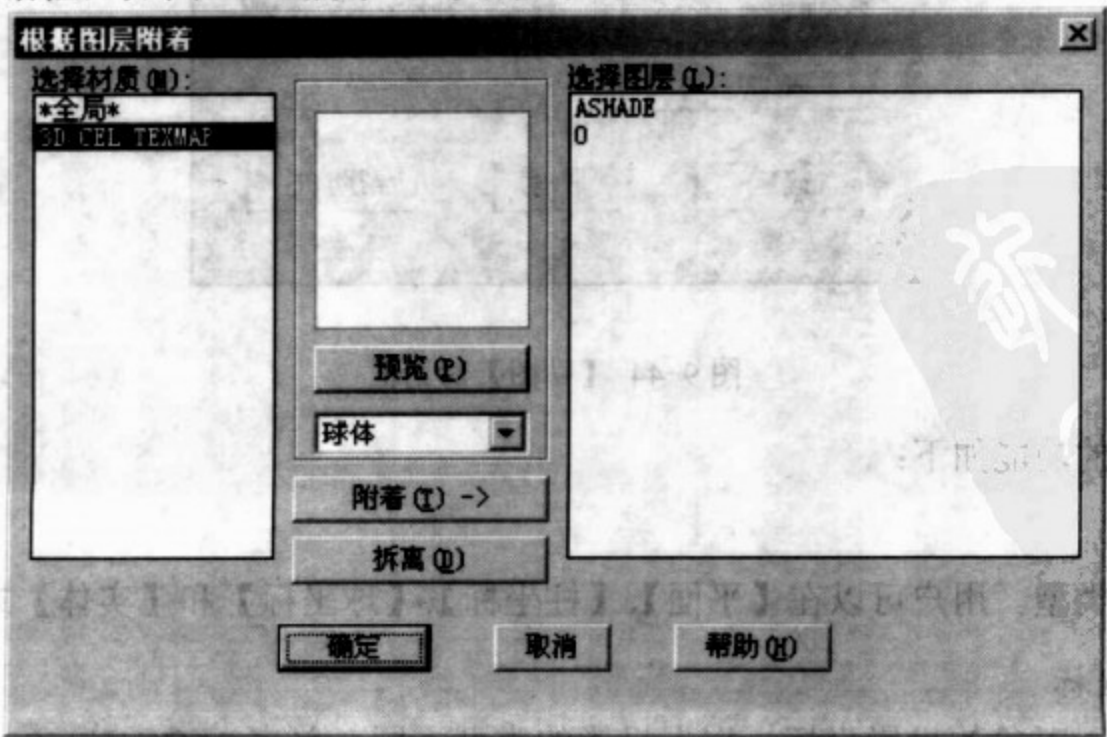

图 9-43 【根据图层附着】对话框
- (1) 选择材质。指定被附着或被拆离的材质。
- (2) 选择 ACI。通过选择【附着】或【拆离】来选择一个 ACI 颜色。
- (3) 预览。用“球体”或“立方体”预览选定的材质。
- (4) 附着。将当前选定的材质附着到选定的 ACI 上。先前附着到该 ACI 上的任何材质都将被拆离。
- (5) 拆离。从选定的 ACI 上将附着的材质拆离。
将图中位于指定图层上的对象附着指定的材质。单击 **随图层 (L)...** 按钮，弹出【根据图层附着】对话框，如图 9-43 所示，对话框中的功能如下：